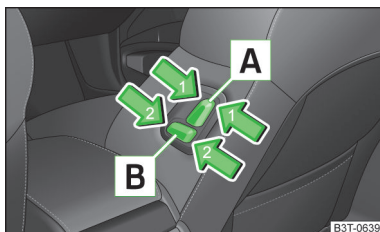

Fig. 59
- Pousser le commutateur **A** dans la zone de l'une des flèches 1 » fig. 59.
- Pousser le commutateur **B** dans la zone de l'une des flèches 2 » fig. 59.